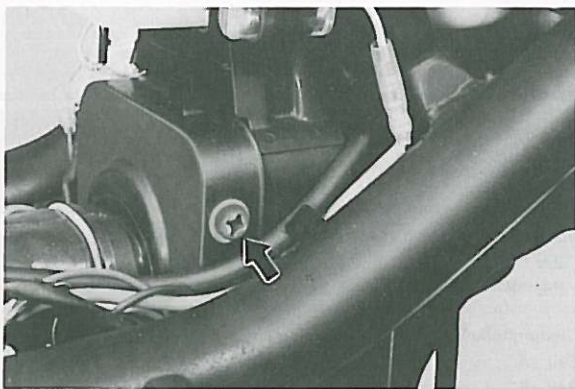

Fig. 2-3-3
1. Remove the air cleaner case cap and element assembly. (Fig. 2-3-3)
1. Enlever le couvercle du boîtier du filtre à air, et sortir l'élément de filtrage. (Fig. 2-3-3)
1. Deckel des Luftfiltergehäuses abnehmen und die Filterelementeinheit entfernen. (Fig. 2-3-3)